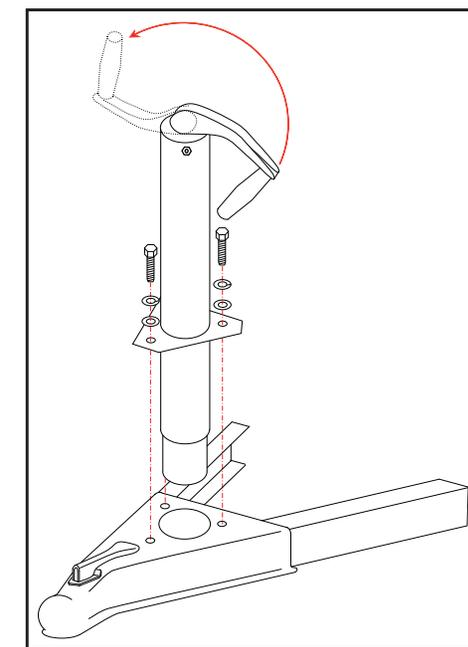

Fig. 3 Installation du levier.
3. Comme le montre la Figure 3, mettre la manivelle en position de fonctionnement.